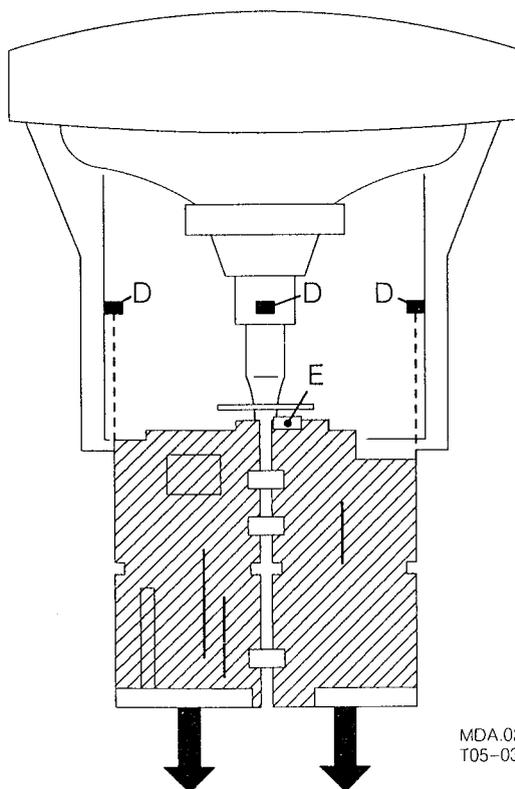

fig. 3.3
2. Position de service pour la mesure des points d'essai (Fig. 3.3)
Retirez l'afficheur électroluminescent E (voir Fig. 3.3) de la grande carte à signaux.